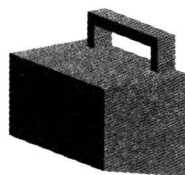

图 2.4 拉伸 2
Step3. 创建图 2.4 所示的拉伸特征 2。在操控板中单击“拉伸”按钮 。选取图 2.5 所示的草绘平面和参考平面，方向为 **右**；绘制图 2.6 所示的截面草图，在操控板中定义拉伸类型为 ，输入深度值 15，按回车确认，单击 按钮调整拉伸方向，单击 按钮，完成拉伸特征 2 的创建。